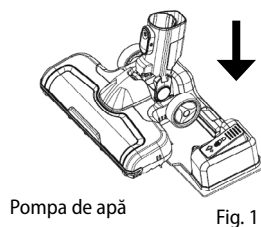

Fig. 1
1. Dacă doriți să și ștergeți în timpul aspirării, puneți peria turbo în rezervorul de apă (14) și apăsați ușor, veți auzi un clic (Fig. 1).